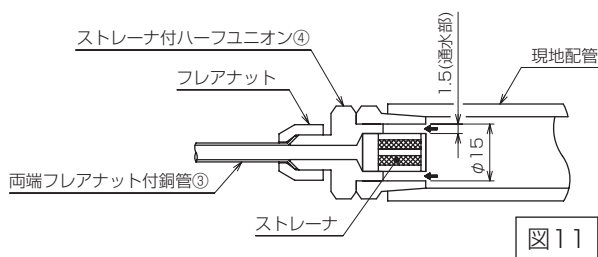

図11
※ ストレーナ付ハーフユニオン④の現地配管側は図11に示す通水部（←部）をふさがないように施工してください。
- ・ フレアナットをゆるめ両端フレアナット付銅管③をはずしストレーナ付ハーフユニオン④にはめ込まれているストレーナをはずして水洗いしてください。・・・図11